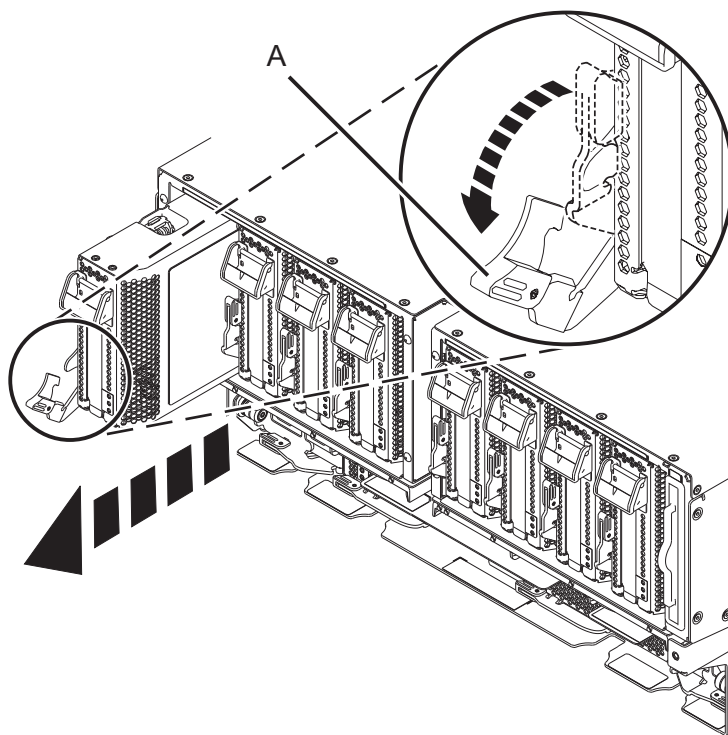

Figura 2. Extracció d'un casset d'adaptador PCIe del sistema
- b. Feu girar la nansa del casset de color terracota (**A**) en la direcció que es mostra a la Figura 2 i, a continuació, premeu la nansa (**A**) per desenganxar-la del casset dels connectors de ranures.